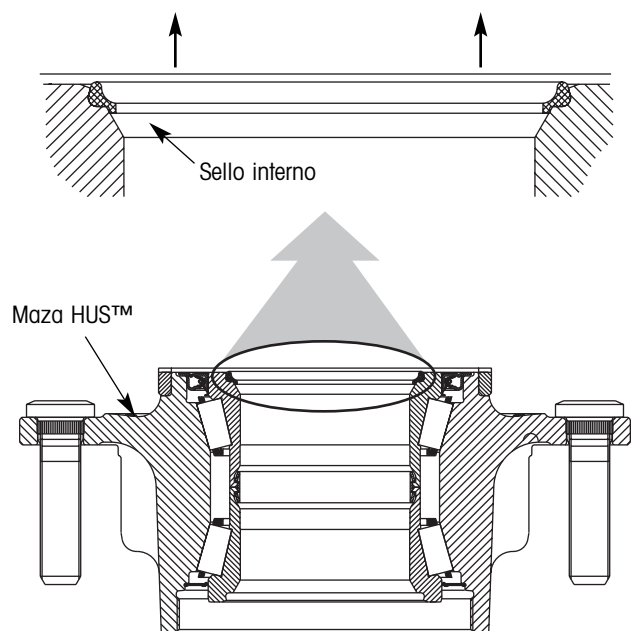

Figura 77. Ubicación del sello interno
1. Cuidadosamente remueva el sello interno existente (figura 77). Tenga cuidado de no rayar, golpear o marcar el agujero de la maza cuando remueva el sello.